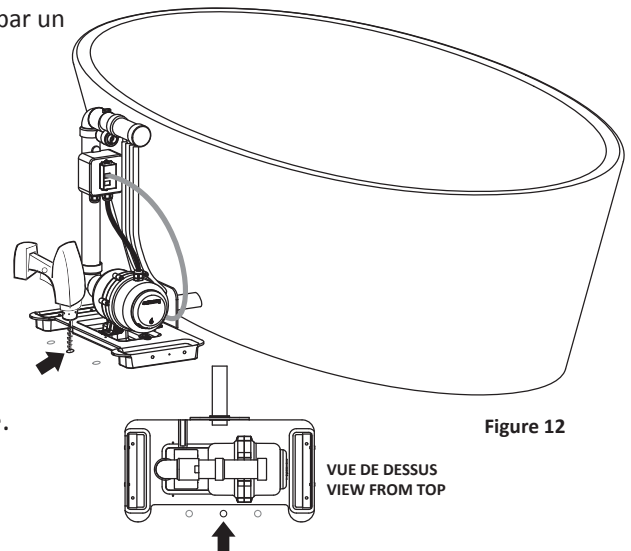

Figure 12
- 7.2. Percer un trou dans le plancher à côté de la base du module pour passer le fil d'alimentation électrique. (Ne pas percer dans la base en plastique) (Fig. 12).
- 7.2. Drill one hole through the floor beside the unit's base to run the electrical feed wire. (Do not drill through the plastic base) (Fig. 12).